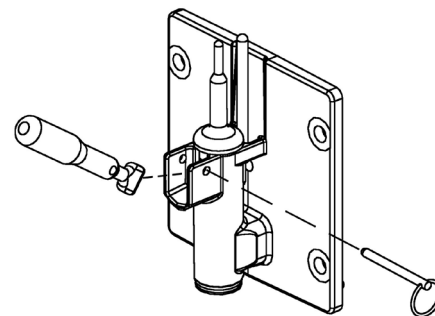

Figure 3-4 Enlèvement de la Goupille du Robinet
- B. Retirez la goupille du robinet par son anneau (voir figure 3-4).